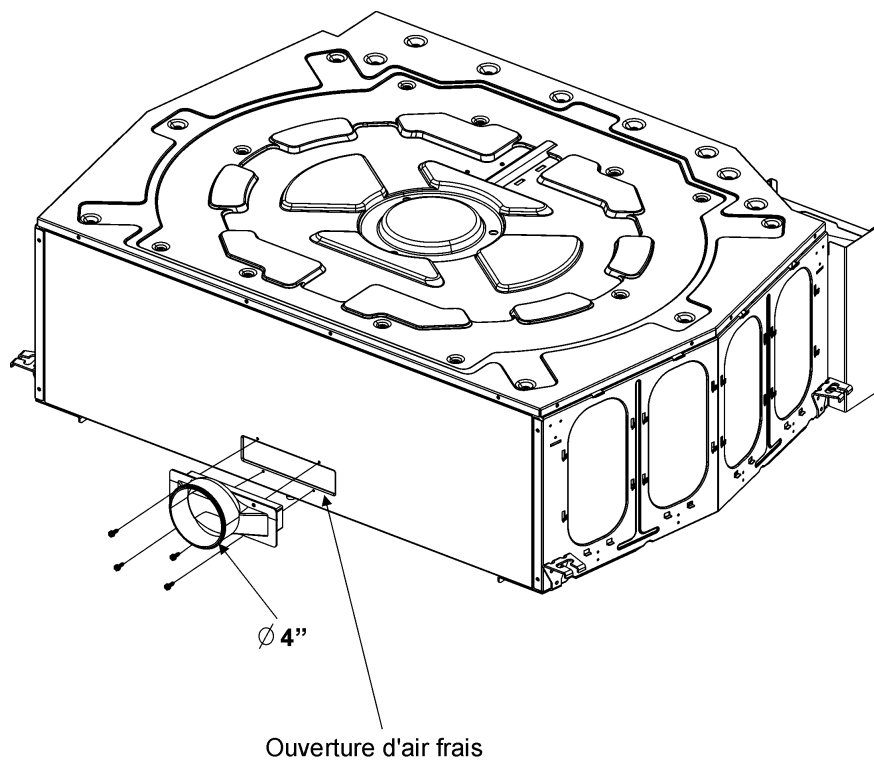

Fig. 11. Installation de l'adaptateur d'air frais
- B. Avec un couteau, ouvrir l'isolation dans la connexion de l'ouverture d'air frais (cf. fig. 11).